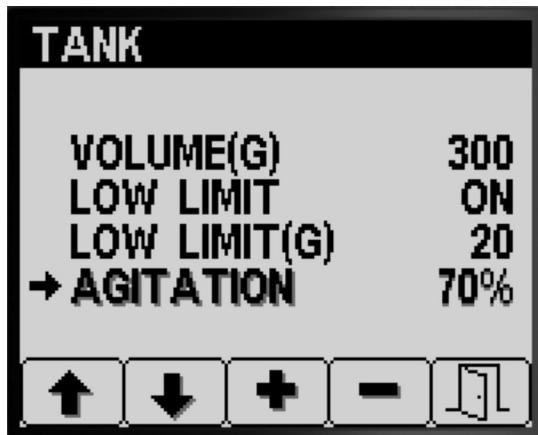

Figura 15
- Premete il pulsante 1 o 2 per navigare fino all'opzione AGITAZIONE (Figura 15).
- Premete il pulsante 4 per selezionare la voce AGITAZIONE (Figura 15).
- Mentre osservate il manometro della pressione dell'irroratrice montato sul cruscotto, premete il pulsante 3 o 4 per aumentare o ridurre il valore predefinito fino a portare la pressione dell'irroratrice al valore di pressione iniziale di agitazione predefinita calcolata al punto 2 (Figura 15).